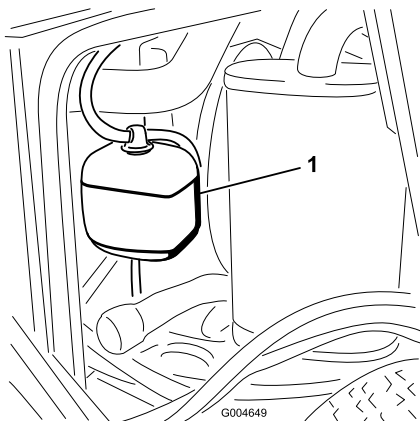

図 54
1. 液量の点検は補助タンクで行う(図 54)。タンク側面についている2本のマークの間にあれば適正である。